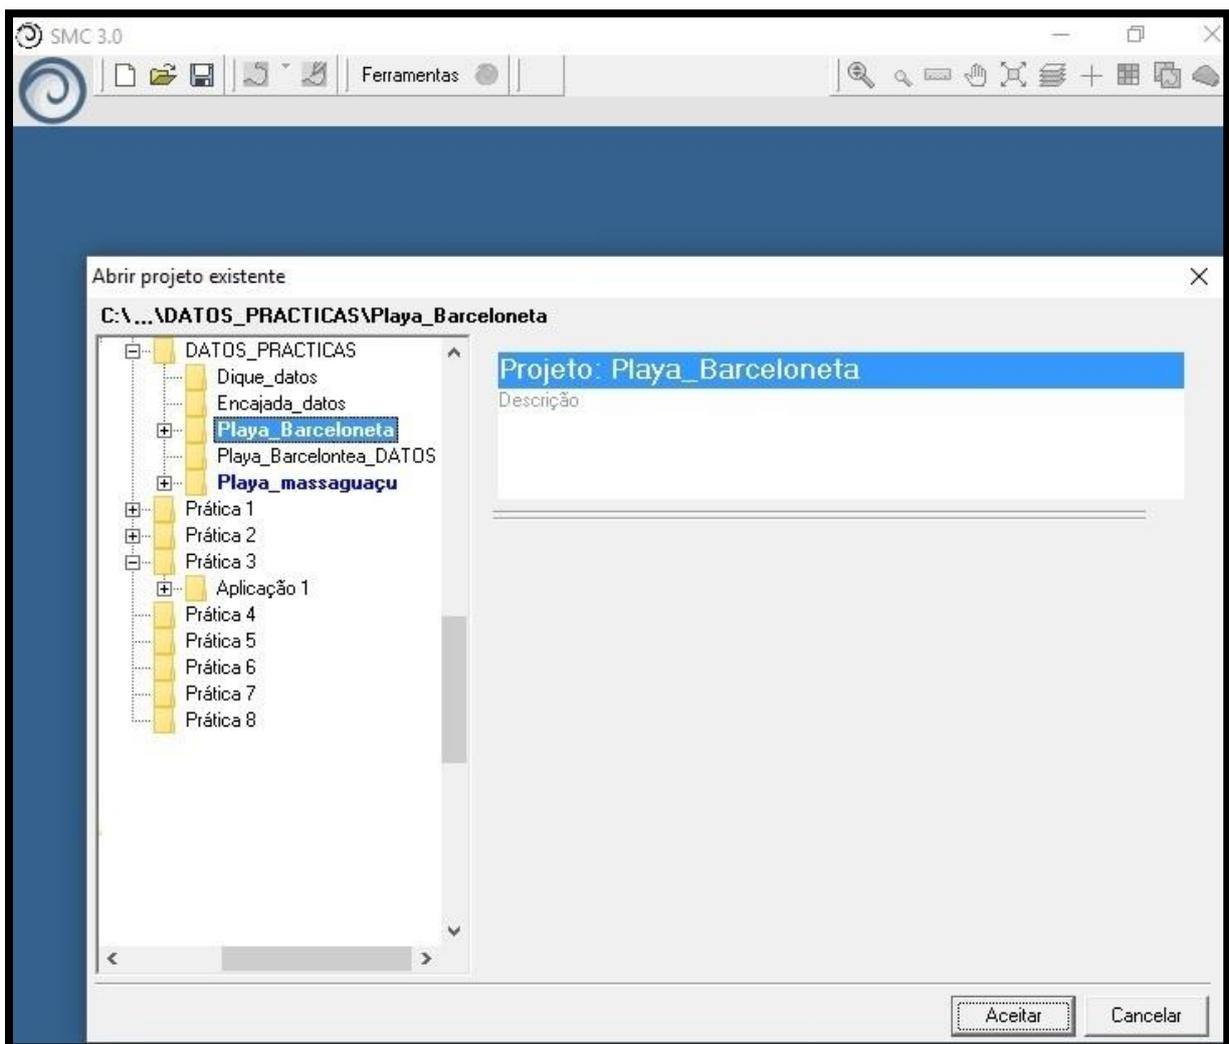

Figura 19 – Abrir o projeto “Playa_Barceloneta”.
- 2) Em seguida, buscar o caminho onde se encontra o projeto **C:\...\Dados_Praticas\Playa_Barceloneta** e clicar em "Aceitar" (Figura 19).